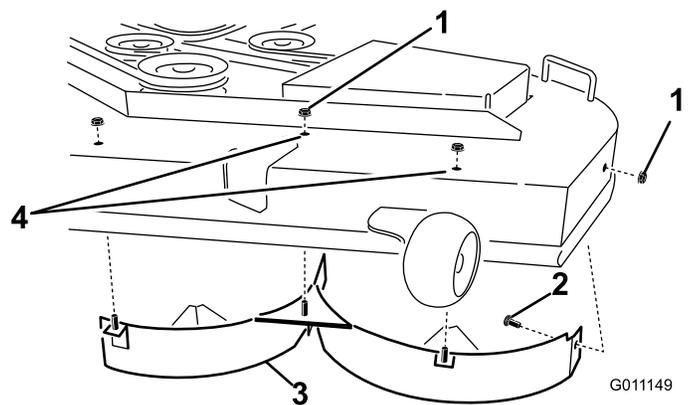

Figura 32
4. Retire las 3 contratuercas (5/16") de las clavijas soldadas del deflector izquierdo, en la parte superior de la carcasa del cortacésped, en las posiciones centro, centro izquierda e izquierda (Figura 32).
que sujetan el deflector izquierdo a la carcasa (Figura 32).
6. Retire el deflector izquierdo de la carcasa del cortacésped (Figura 32).
7. Localice los 2 pernos en las piezas sueltas, y utilice las contratuercas existentes para instalar estas fijaciones en los taladros indicados en Figura 32 de la carcasa del cortacésped para evitar que se arrojen residuos al aire.